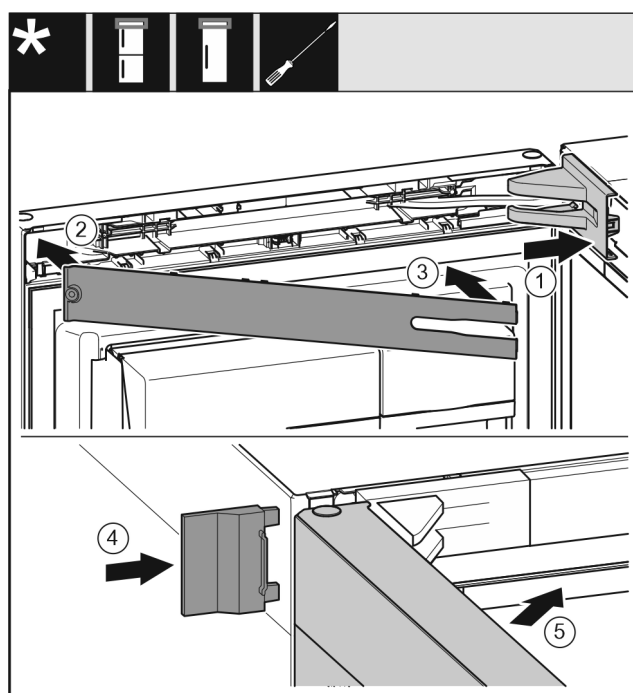

Fig. 53
- ▶ Påsæt hængselsafdækningen Fig. 53 (1), så den går i indgreb, og pres den evt. forsigtigt fra hinanden.
- ▶ Påsæt panelet Fig. 53 (2).
- ▶ Panel Fig. 53 (3)
- ▶ Skub den yderste afdækning Fig. 53 (4) på.
- ▶ Luk den øverste dør Fig. 53 (5).